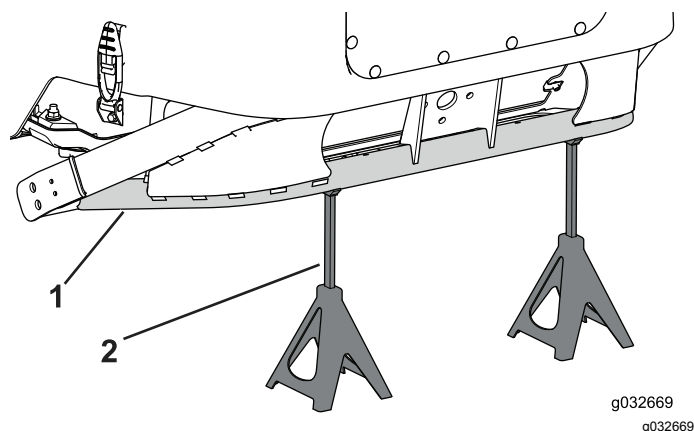

Figura 103
1. Coloque 2 macacos debaixo da traseira da estrutura da máquina (Figura 103).